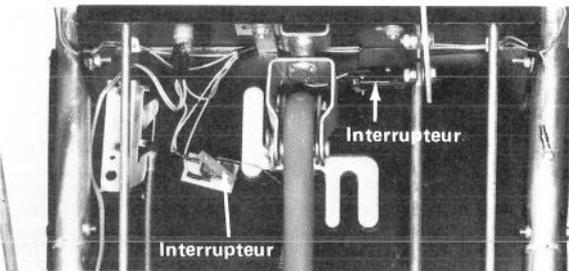

Figure 26
Le système d'interconnexion de sécurité met l'allumage à la masse et arrête le moteur grâce à une série d'interrupteurs (Fig. 26), si l'utilisateur abandonne les deux leviers d'interconnexion avant de placer la commande des roues au point mort (N) et la commande de tarière en position DÉBRAYÉE. Il faut donc comprimer au moins un des leviers d'interconnexion de sécurité contre la poignée du mancheron de droite pour garder le moteur en marche quand les roues sont en prise ou la tarière embrayée (Fig. 25). Ce dispositif empêche aussi l'utilisateur de mettre le moteur en marche si les roues sont en prise ou la tarière embrayée.